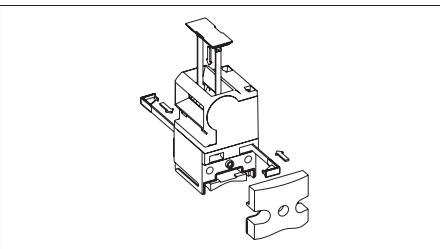

Fig. 2 : Mise en place des cales de sécurité et de l'obturateur de fente
3. Utiliser les cales de sécurité fournies comme protection antitorison (fig. 2). Il n'est alors plus possible de changer ultérieurement la direction d'actionnement.